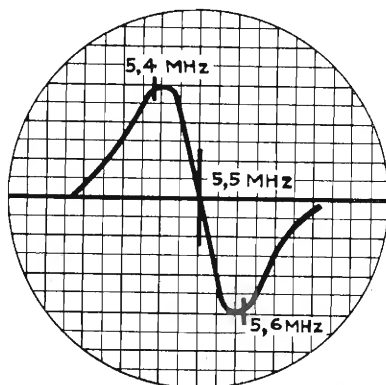

Fig. 10.43. - Curva del discriminatore audio.
**ALLINEAMENTO DELLA MEDIA FREQUENZA AUDIO E DEL DISCRIMINATORE AUDIO.** — Inserire l'uscita del generatore sweep (gamma 5,5 Mc/s) con marker a 5,5 Mc/s tra il piedino n. 2 di V6 (12BH7) e la massa. Collegare l'entrata dell'oscillografo fra il lato caldo del potenziometro di volume R106 (completamente ruotato in senso antiorario) e la massa. Regolare il nucleo primario di T100 dal lato inferiore del telaio, e il nucleo secondario di T100 dal lato superiore del telaio, come in fig. 10.43, sino